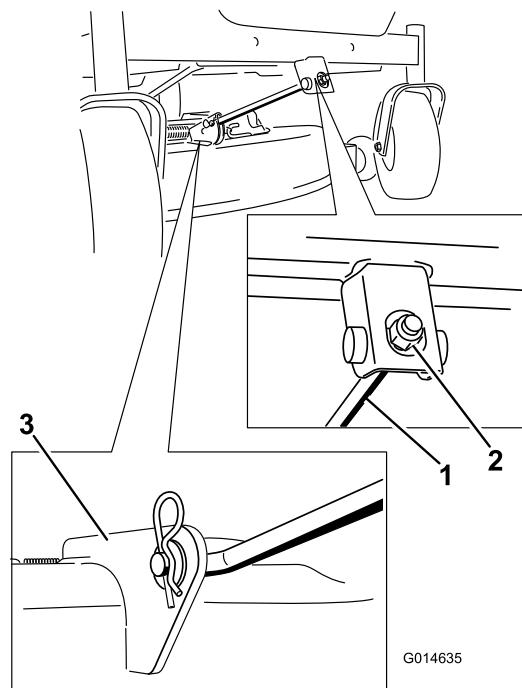

Figura 53
4. Retire la chaveta de la varilla de soporte delantera y retire la varilla del soporte de la carcasa (Figura 53). Baje cuidadosamente la parte delantera de la plataforma del cortacésped al suelo.
6. Conecte la varilla de soporte delantera a la plataforma del cortacésped con el pasador y la chaveta (Figura 53).